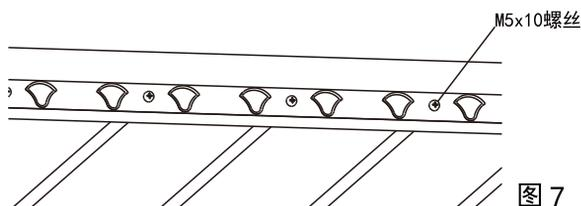

图 7
11. 安装好两根衣杆后, 用M5x10螺丝安装8根小晾杆;如图7所示。